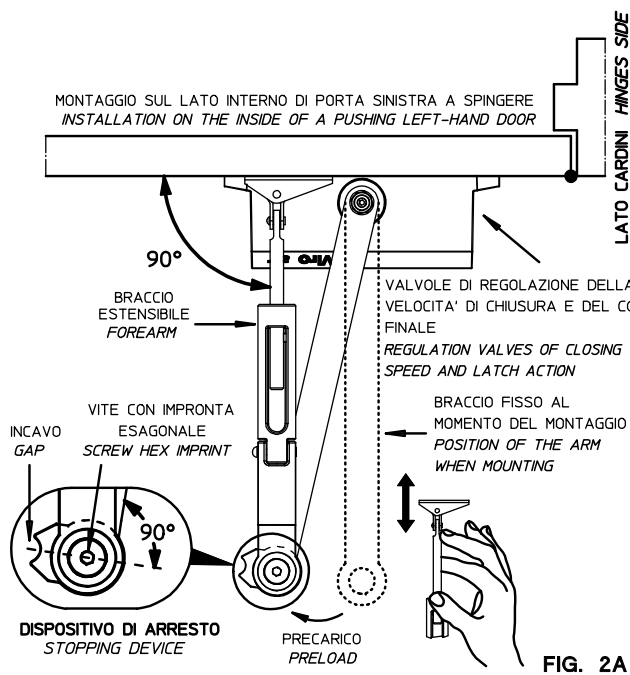

FIG. 2A
4. REGOLARE LA LUNGHEZZA DEL BRACCIO ESTENSIBILE IN MODO DA OTTENERE UN ANGOLO DI 90° COME INDICATO IN FIG.2A.
4. ADJUST THE LENGTH OF THE FOREARM IN ORDER TO PERFORM A 90° ANGLE AS SHOWN ON FIG.2A.
4. ADJUST THE LENGTH OF THE FOREARM IN ORDER TO PERFORM A 90° ANGLE AS SHOWN IN FIG.2A.